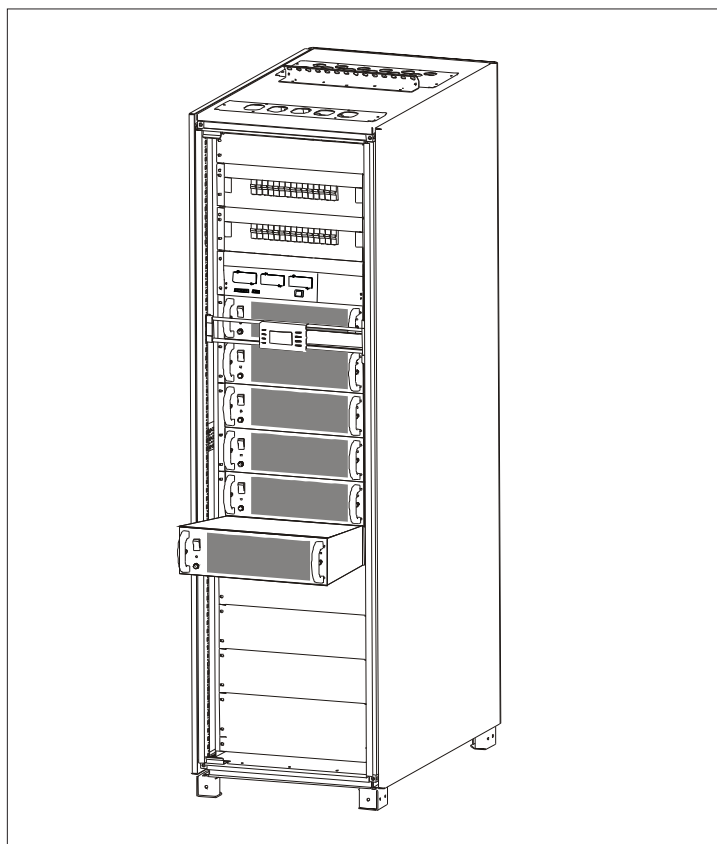

图 4-5
6.重复上述 2-4 的步骤将所需 UPS 模块依次全部安装到 UPS 机柜内（图 4-5）；